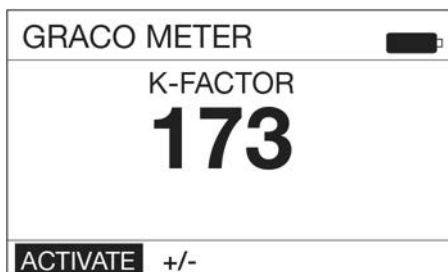

FIG. 26
- Le facteur d'étalonnage K s'affiche, tel qu'illustré sur la Fig. 26 .